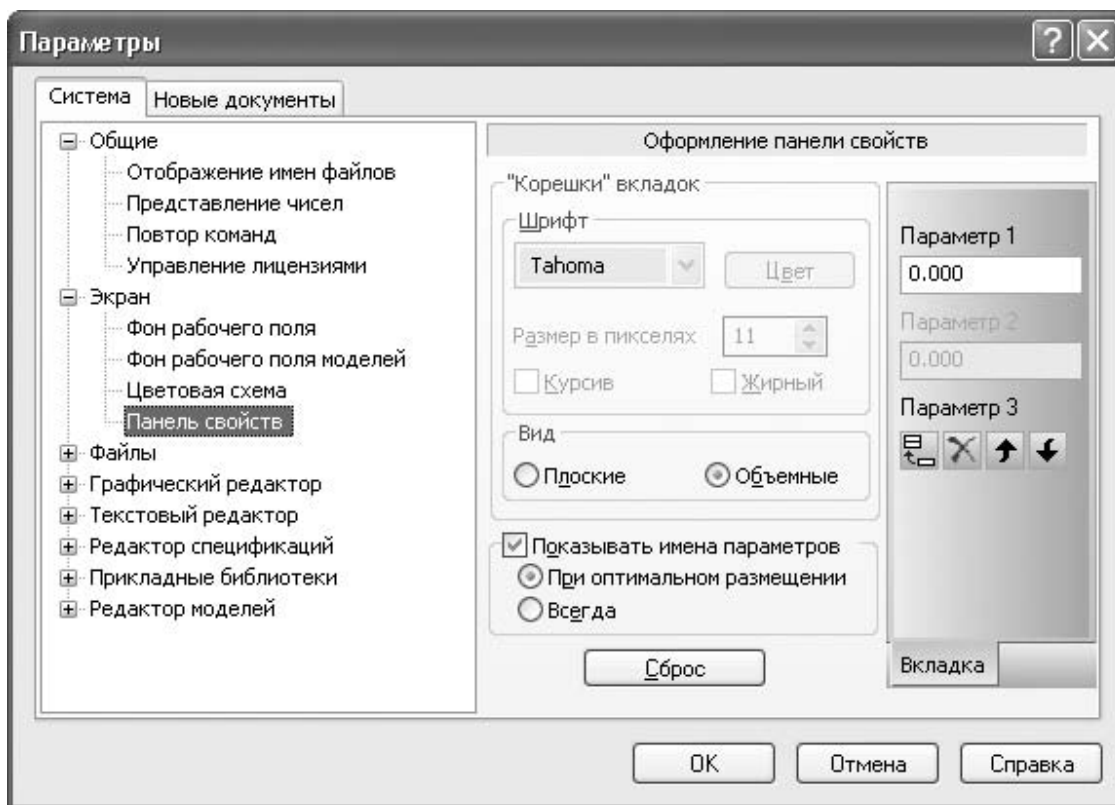

Рис. 3. Оформление панели свойств
9. **Панель свойств** – позволяет настраивать оформление панели свойств (рис. 3). Аналогичное диалоговое окно можно вызвать с помощью команды *Оформление* панели свойств контекстного меню панели свойств.